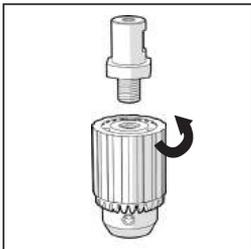

Fig. 10
- Enrosque el portabrocas de 3 mordazas en el orificio roscado del adaptador de portabrocas. (**Fig. 10**)